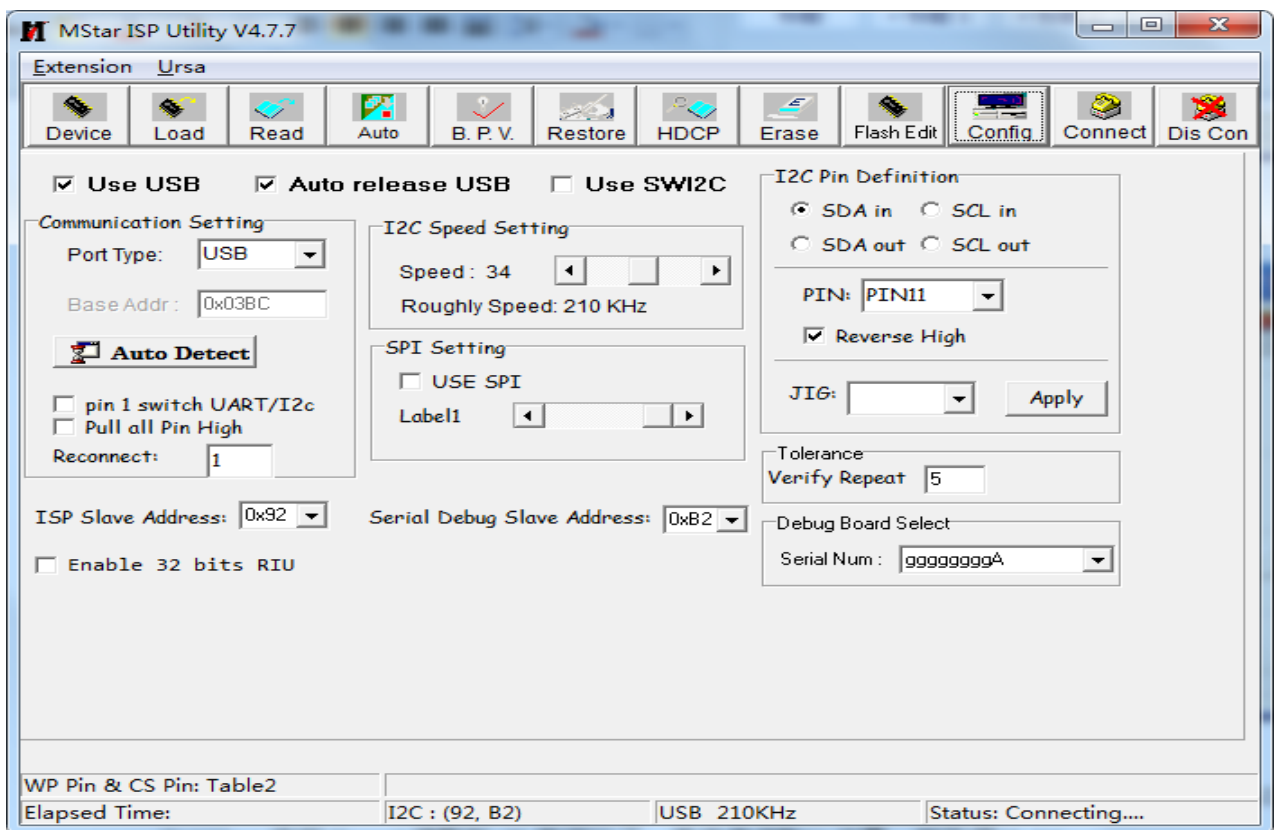

图 3.2
- 5) 打开时先检查一下配置，对不符合的项进行更改，点击“Config”按钮，出现下图 3.2。